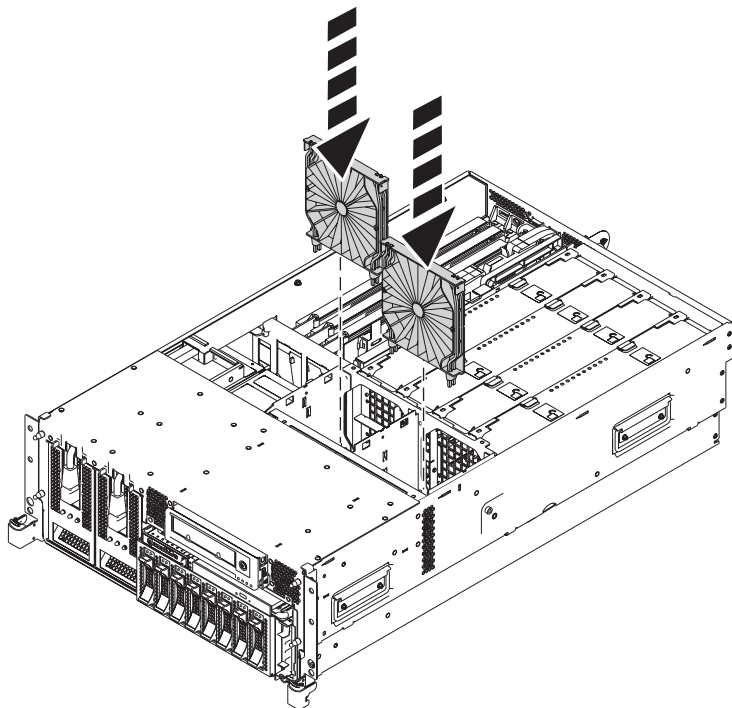

Figura 16. Instalando as placas defletoras de ar no compartimento do ventilador
- b. Para instalar as placas defletoras de ar, insira as placas defletoras de ar em seus locais no compartimento do ventilador e empurre para baixo até que estejam travadas no lugar, conforme mostrado na Figura 16 na página 15.